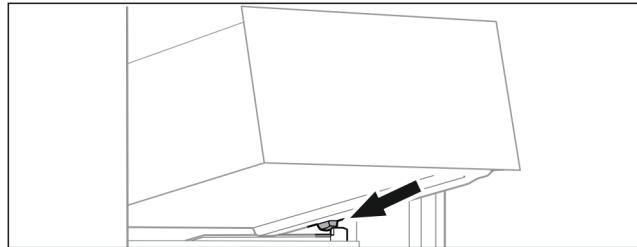

Fig. 97
- Schubfach schräg hinter den Stopfern auf Behälterrippe aufsetzen. (siehe Fig. 97)